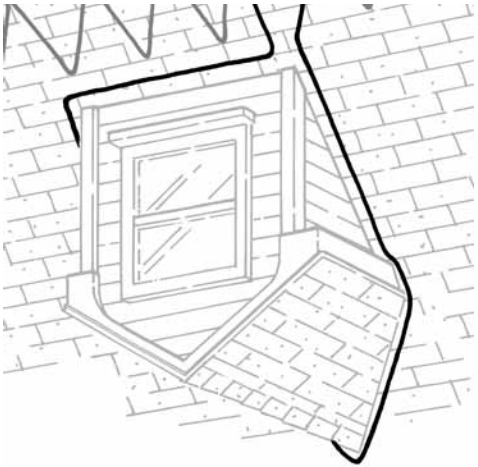

Figura 7. Patrón del recorrido del cable alrededor de las buhardillas
- Patrón del recorrido del cable alrededor de las buhardillas:** Para tratar una zona problema alrededor de una buhardilla el cable debe pasar hacia arriba y alrededor de la buhardilla, tal como se muestra en la Figura 7.